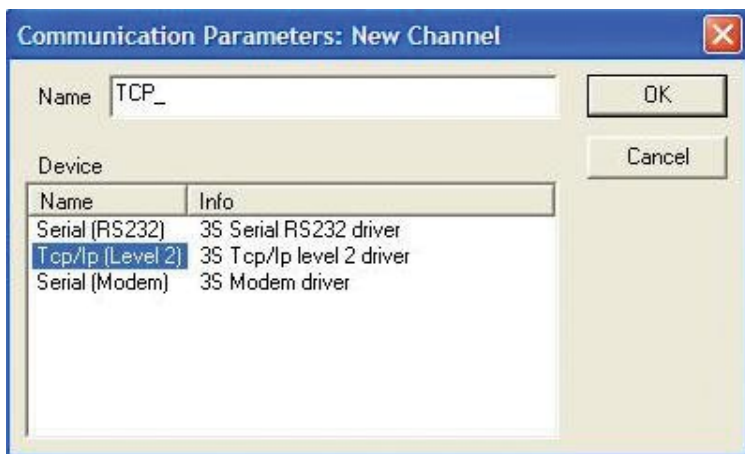

Рисунок 15.18 - создание соединения через Ethernet.
20) Задать любое имя в поле «Name», например «TCP_», выбрать «TCP/IP (level2)», нажать кнопку «OK» (см. Рисунок 15.18);